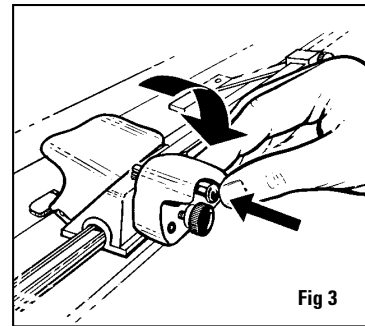

Fig 3
3. Schieben Sie den Schneidkopf bis über das obere Ende des Passepartoutkartons hinaus. Drücken Sie den Geradeschnitt-Schneidkopf soweit nach unten, dass der Feststellbolzen herauspringt und über dem Scheidkopf arretiert. Er ist nun in Schneidposition. Abb. 3
3. Far scorrere la testa di taglio oltre l'estremità del cartoncino e ruotare verso il basso il portalama per tagli diritti finché il perno di bloccaggio non scatti in cima alla testa di taglio bloccando il portalama in posizione di taglio. Fig. 3
5. Faites glisser la tête de découpe de façon à ce que le bord du métal près du point vert sur la plaque repère soit exactement sur la ligne tracée. Fig. 3